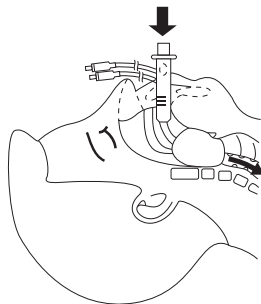

図8.咽頭カフが喉頭を塞いでいる場合
14. 本品を深く挿入しすぎると、咽頭カフが喉頭を塞ぐため換気できない危険性がある。(図8)